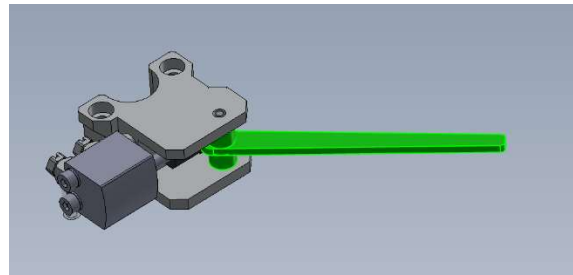

Abbildung 2: Schranke bei Umleitung
- die Schranke intakt erscheint, siehe Abbildung 2;